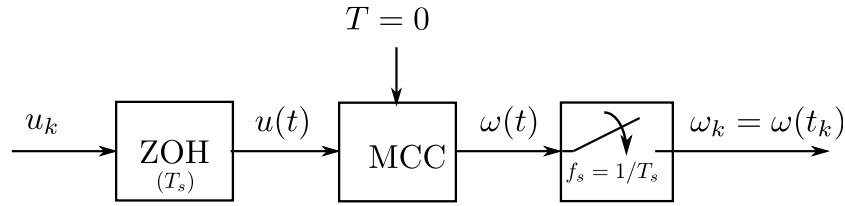

Figura 6: Esquema del motor muestreado.
La Figura 6 muestra el MCC anterior, donde la tensión de armadura aplicada es el resultado de la retención de las muestras U_k y la velocidad angular medida, ω_k , surge del muestreo de $\omega(t)$. El tiempo que transcurre entre muestras consecutivas recibe el nombre de *período de muestreo* y se denota T_s .
3. Construya el modelo del sistema con muestreo y retención de la Figura 6 en **Simulink**. Configure el bloque **To Workspace** para muestrear con un período de $T_s = 0.01$ s. Grafique la respuesta mediante el comando `stem`.